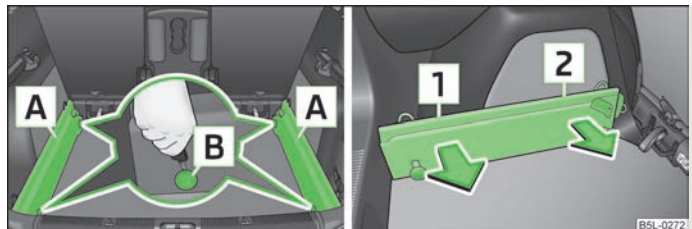

Fig. 61 Aflojar los puntos de seguridad/retirar los carriles portantes
- Soltar los puntos de retención **B** » fig. 61 en las guías portantes con la llave del vehículo o con un destornillador plano.